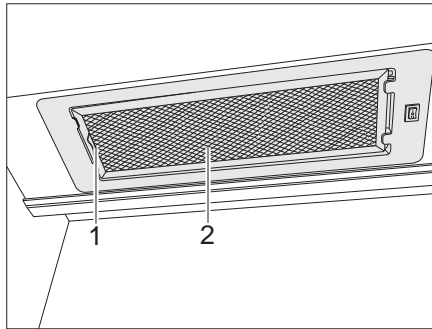

Bild 158 Dunstabzug
- Den Hebel (Bild 158,1) nach innen drücken.
- Den Filter (Bild 158,2) nach unten entfernen.